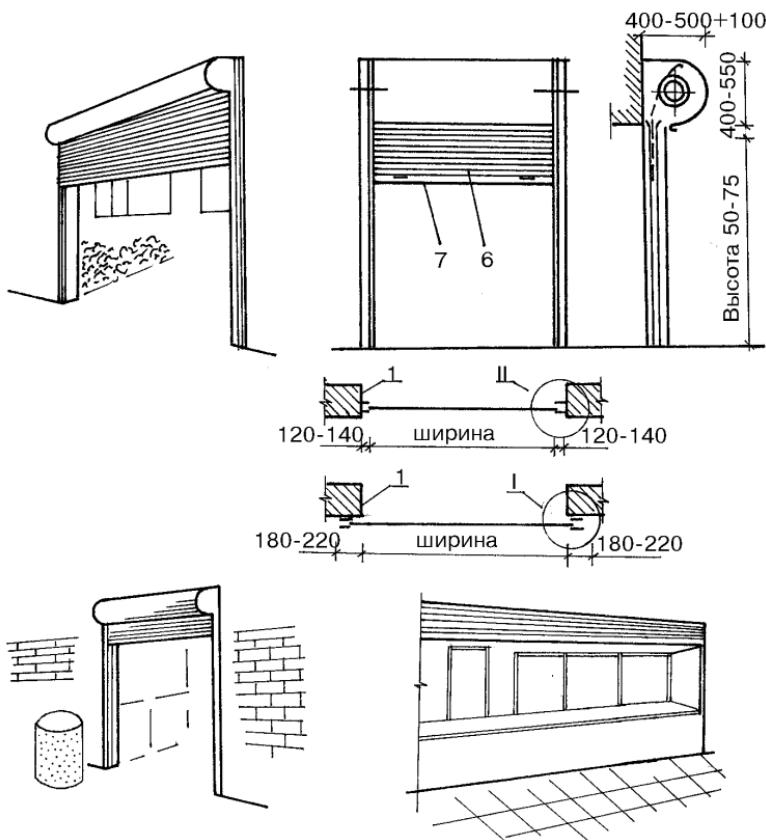

Рис. 131. Подъемно-шторные двери
- **Подъемные шторные /жалюзийные/ двери.** Конструкция таких дверей очень напоминает рольставни (рис.131). Подъемные двери обычно применяют для редко посещаемых помещений, как правило, это различного назначения кладовые и подсобные помещения. Эти двери не очень удобны при отсутствии механизации, так как ручка открывания располагается у них внизу.